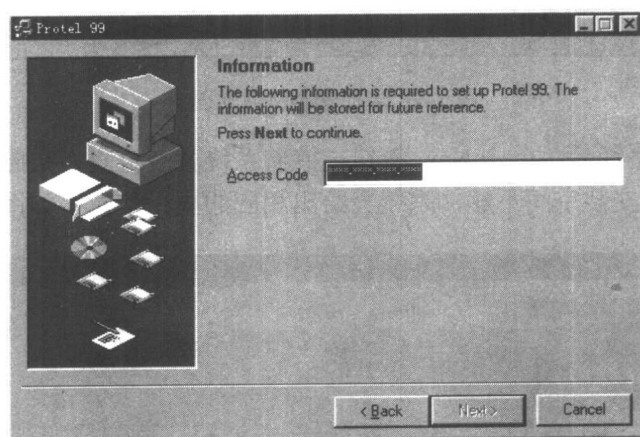

图 1-2 Protel 99 序列码对话框
2) 接着单击 Next 按钮,你就会看见一个对话框,该对话框要求你输入 Protel 99 序列码,如图 1-2 所示。